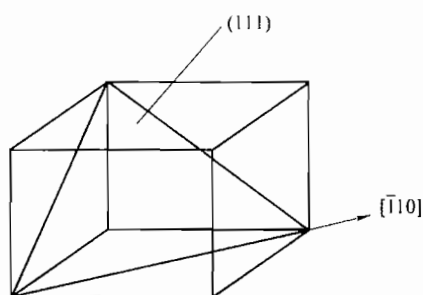

图 11-3 第三题第 4 小题解答图
4. γ 为 FCC 结构，其密排方向、密排面、致密度、配位数、晶胞中原子数分别为 $\langle 110 \rangle$ 、 $\{111\}$ 、0.74、12 和 4；通常情况下的滑移系为 $\{111\} \langle 110 \rangle$ ，其中一个滑移系为 $(111) [\bar{1}10]$ ，指数如图 11-3 所示。